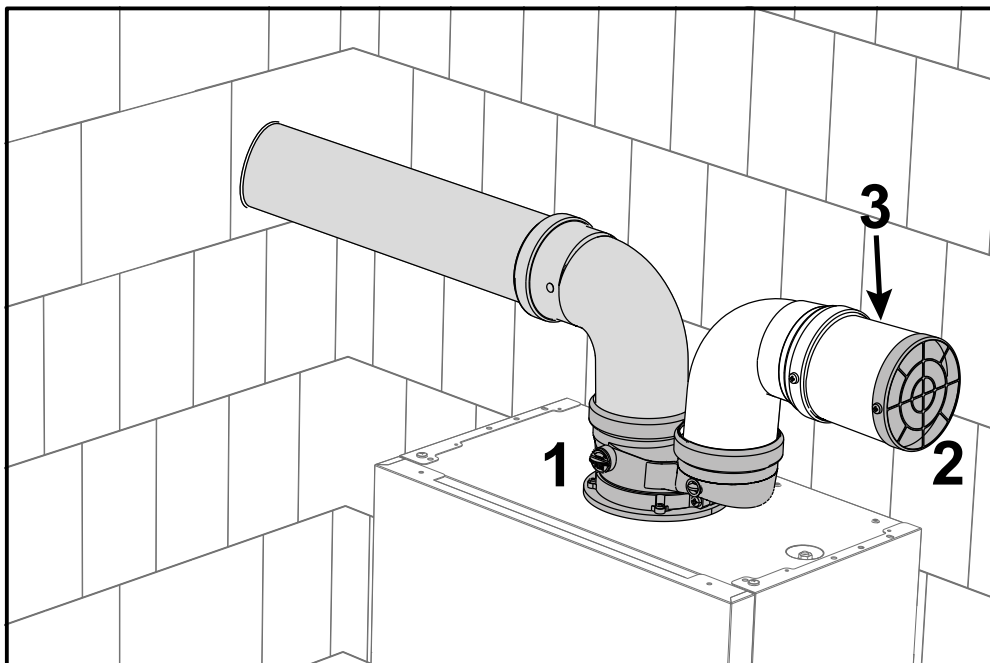

fig. 36 - Griglia di protezione
Installare l'accessorio di partenza (rif. 1 - fig. 36 - cod. 041082X0). Nel condotto di aspirazione deve essere montata la griglia di protezione (rif. 2 - fig. 36 - cod. 1KWMA85A). Se necessario, inserire un tronchetto (3) fra griglia e accessorio.